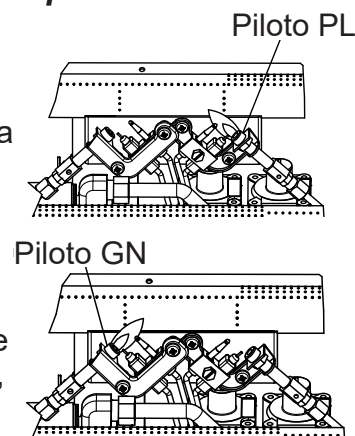
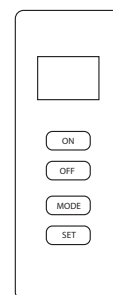

Fig. 18: piloto
Fig. 19: remoto
6. Con la perilla de control presionada, presione el botón del encendedor hasta que el piloto se encienda. El piloto está ubicado detrás de la pantalla de la chimenea, centrado cerca de la parte posterior del quemador (Vea la Fig. 18).
7. Mantenga presiona la perilla de control durante (30) segundos después de que el piloto se encienda. Suelte la perilla de control.
- Si el piloto se apaga, repita los pasos 3 a 7. Espere (1) minuto antes de intentar encender el piloto nuevamente. Si el piloto se apaga tras varios intentos, gire la perilla de control de gas en dirección de las manecillas del reloj ↻ hasta la posición OFF (APAGADO) y llame a un técnico de servicio calificado
9. Para usar el control remoto termostático incluido, coloque el interruptor del receptor en la posición "REMOTE" (control remoto) (consulte la Fig. 19). Presione el botón de encendido para encender el control remoto que enciende el quemador principal. Consulte el manual de instrucciones del control remoto en la siguiente página 29 para conocer las funciones "MODE" (MODOS) y "SET" (ESTABLECER).